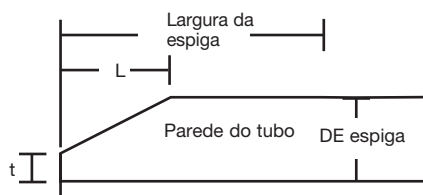

Figura 7-1 Defenição das dimensões da espiga e do bisel nos extremos
- 4** Limpe a superfície na zona da união, lixe suavemente as zonas rugosas e bisele a extremidade dos tubos com uma lima, para suavizar a montagem. (ver **figura 7-1**) Não é necessário nenhum outro tipo de operações.